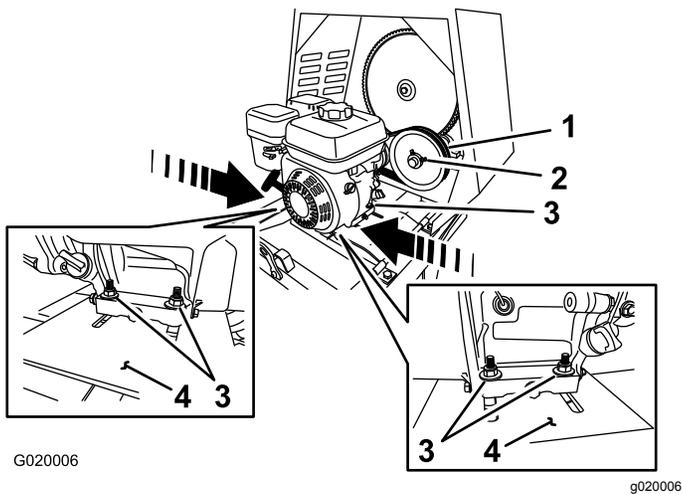

Figura 62
- B. Afloje los pernos y las tuercas que sujetan el motor a la chapa del motor (Figura 62).
- **Para aumentar la holgura** – aleje el motor de la polea tensora (Figura 62).
- **Para reducir la holgura** – acerque el motor a la polea tensora (Figura 62).